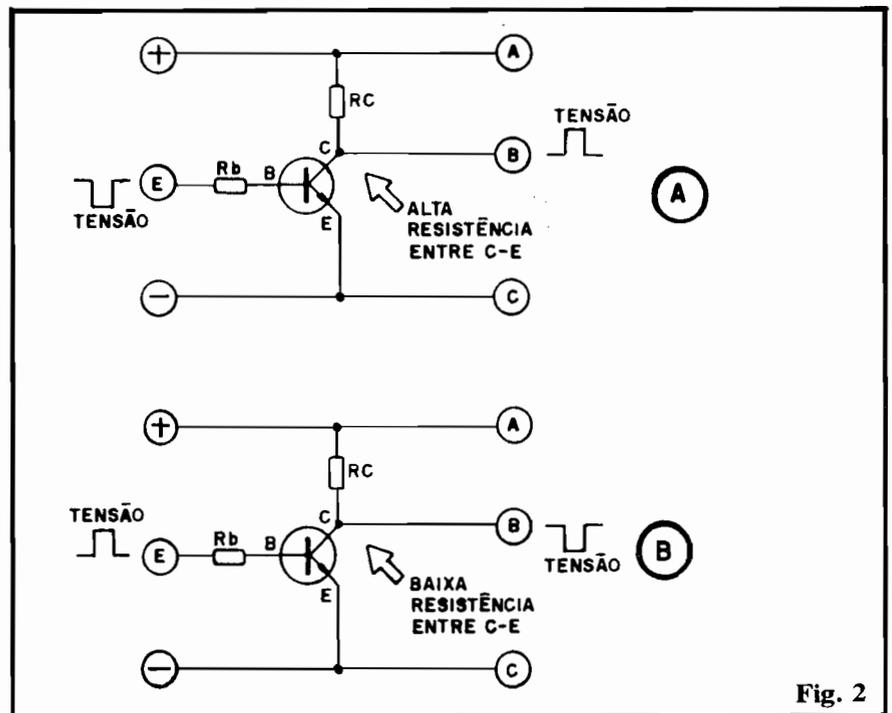

Fig. 2
- **FIG. 2-A** - Se, no arranjo básico com um transistor, aplicarmos à entrada do sistema (ponto E) uma tensão **baixa** ou **nula** (ligando momentaneamente - por exemplo - o ponto E ao **negativo** da alimentação...), teremos um transistor "cortado", mostrando uma elevada resistência entre **coletor** e **emissor**. Essa "dificultação" à corrente é **tão** grande que, para todos os efeitos, o **coletor** encontra-se sob o mesmo potencial da linha do **positivo** da alimentação (principalmente considerando-se que o valor de R_c é, normalmente, moderado...). Manifesta-se, então, no ponto de Saída B (**coletor** do transistor), uma tensão **elevada** (muito próxima do valor presente em A ou linha do **positivo** da alimentação. Assim, nota-se que um transistor, na sua configuração amplificadora mais simples e direta (em emissor comum, e na base do "tudo ou nada"...), funciona como um **INVERSOR** da tensão aplicada ao seu terminal de **base** (se "tomarmos" como Saída o **coletor** do dito cujo...).
- **FIG. 2-B** - Para confirmar essa propriedade "inversora" de tensão do transistor na configuração circuital mais simples, basta levarmos a Entrada E, momentaneamente a uma tensão **elevada** (ligando tal ponto - por exemplo - ao **positivo** da alimentação...). Nesse caso, o transistor entra em "saturação" (sempre pressupondo que o valor de R_b foi calculado previamente para tal...), praticamente "curto-circuitando" o ponto B de Saída (correspondente ao **coletor** do componente...) com a linha do **negativo** da alimentação. Em outras palavras: manifesta-se na Saída (B), uma tensão muito **baixa** (praticamente **nula**, extremamente próxima do **negativo** presente na linha C...). Comparando as duas figuras (2-A e 2-B) e os gráficos de Tensão nos respectivos pontos de Entrada e Saída,